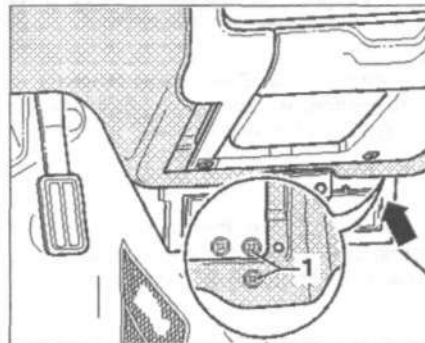

Рис. 13.48. Выкрутите винты 1 и снимите воздуховод подачи воздуха к пространству для ног.
18. Выкрутите винты 1 и снимите воздуховод подачи воздуха к пространству для ног (рис. 13.48).